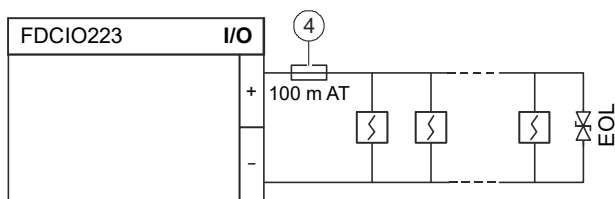

Fig. 5
- Fig. 5 Detector line
- Fig. 5 Melderlinie
- Fig. 5 Ligne de détection
- Fig. 5 Línea de detectores
- Fig. 5 Linea di rivelatori